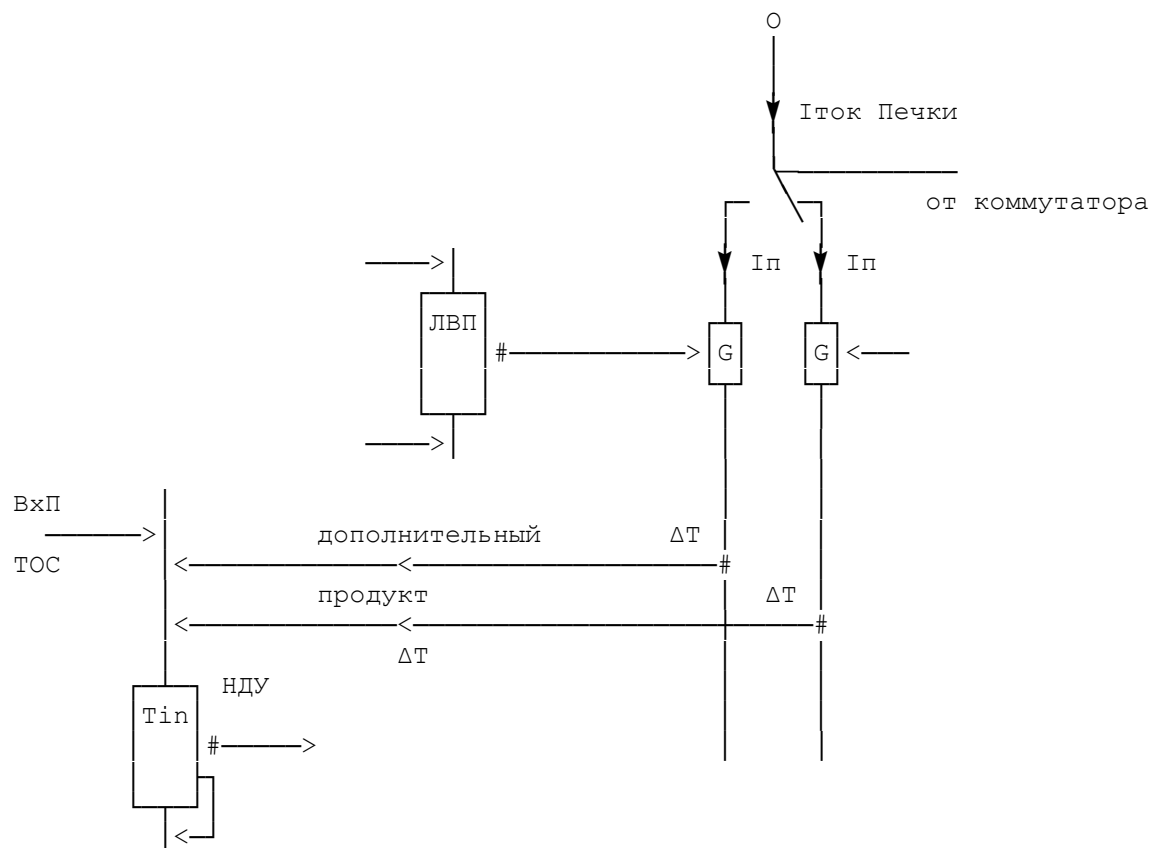

Рис. 19.2.
4. Для восстановления НДУ стабилизатор и ПЗУ «производят» дополнительный продукт, но за счёт использования дополнительной энергии (Рис. 19.2.)